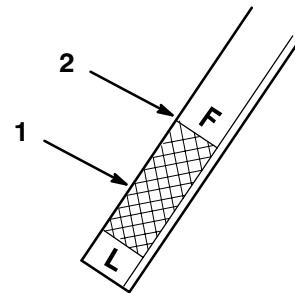

Abbildung 45
6. Den Peilstab ganz in das Einfüllrohr schieben (Abb. 5). Den Peilstab herausziehen und das Metallende untersuchen. Wenn die Achse kalt ist, sollte sich das Öl im Betriebsbereich unter der FULL-Linie am Peilstab befinden (Abb. 45).